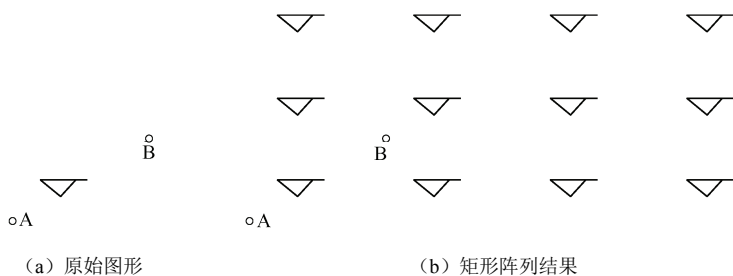

图 4-24 矩形阵列示例
**【例 4.10】** 将图 4-24 (a) 中原始图形所示的标高符号进行矩形阵列, 复制成 3 行 4 列共 12 个, 单元单元为 A、B 两点定义的矩形。请先用直线命令绘制该标高符号。
结果如图 4-24 (b) 所示。